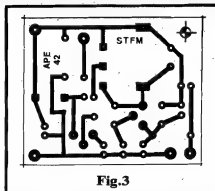
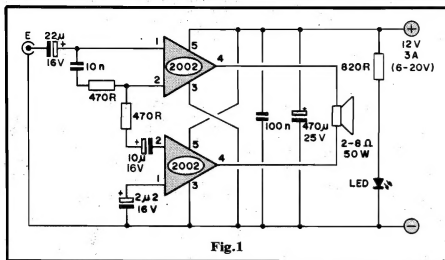

Fig.3
Fig.1
- Tanto o terminal central (B) quanto os extremos (A-C) devem ter suas extremidades raspadas, eliminando-se por cerca de 5 mm o esmalte isolador que normalmente reveste o fio... Se isso não for feito, a soldagem não poderá ser feita (e mesmo que seja possível, a conexão ficará eletricamente prejudicada...).
- FIG. 3 - O LAY OUT DO CIRCUITO IMPRESSO ESPECÍFICO - Munido do necessário material (placa virgem na dimensão indicada, de fenolite cobreado, decalques ou tinta ácido-resistentes, e o perclorato de ferro para o corrosão...) o Leitor/Hobbysta poderá fazer a plaquinha em casa, com "uma mão amarrada às costas", de tão simples e fácil! O padrão cobreado encontra-se, na figura, em tamanho natural (escala 1:1), com o que pode ser "carbonado" diretamente, sem problemas. Terminada a corrosão, e após uma cuidadosa limpeza, tudo deverá ser conferido, na busca (e no saneamento) de eventuais defeitos, "curtos", falhas, etc. É fácil corrigir-se qualquer imperfeição antes de se começar a colocar e soldar os componentes... A furação das ilhas deve ser feita com broca bem fininha... Observar, especialmente, as ilhas destinadas à ligação dos terminais do trimmer, que são mais avantajadas, em formato retangular... Dependendo das exatas formas dos terminais do trimmer obtido, poderá ser necessário um certo alargamento nos respectivos furos de inserção e ligação... Esse alargamento é fácil de ser feito, sim-
- FIG. 1 - O CIRCUITO - O "esquema" do MODAMP está no diagrama, que mostra, "de cara", a sua grande simplicidade! Toda a ação está centrada em dois Integrados amplificadores de Potência, tipo TDA2002 (que também pode ser encontrado sob outros códigos, como uPC2002, LM383, LM2002, etc.). Tais Integrados, fisicamente se "parecem" com meros **transístores** de Potência, com a única diferença de apresentarem 5 "pernas" (e não 3, como os ditos **transístores**), mas, "lá dentro", contém todo um comple-
la Resistência ($P = V^2/R$), temos uma efetiva **quadruplicação** da "wattagem" (uma vez que a Resistência ôhmica do dito alto-falante seria, na prática, a **mesma**...). Observando o diagrama da fig. 1, o Leitor/Hobbysta notará que o conjunto de resistores e capacitores junto à Entrada do módulo, simplesmente direciona os sinais a serem amplificados, **simetricamente às entradas inversora e não inversora** de cada um dos dois TDA2002 (pinos 1 e 2, respectivamente...). A relação entre os valores de tais componentes é também responsável pela determinação do **ganho** (fator de amplificação) geral do conjunto, fixado em valor adequado para as finalidades "universais" pretendidas. Notem ainda a presença do capacitor de Entrada, no valor de 22u, intercalado de modo a isolar para CC os pinos do Integrado (sem o que a eventual "carga resistiva" mostrada pelo módulo que originasse o sinal, poderia interferir com o bom funcionamento do MODAMP...). Outro ponto importante: como a Sáfada se manifesta em **contra-fase** (ou seja: um "desenho" simétrico de ondas, porém em opostas polaridades...), não há necessidade daquele "baita" capacitor eletrolítico (geralmente de 1000u ou mais...) que normalmente se usa para acoplar o alto-falante (economizamos espaço e custo, com tal ausência...). O dito alto-falante é, simplesmente, ligado a ambas as Sáfadas (pinos 4) dos amplificadores individuais que formam a "ponte"! A
- FIG. 3 - CHAPEADO DA MONTAGEM (A COLOCAÇÃO E SOLDAGEM DOS COMPONENTES SOBRE A PLACA) - Vemos, agora, o Circuito Impresso pelo "outro lado" (com relação à figura anterior), ou seja: pela face não cobreada, onde todos os componentes encontram-se demarcados com grande clareza, através de estilizações, códigos, valores, polaridades, etc. (notem que - com relação ao "esquema" da fig. 1 - apenas o LED e o alto-falante "não constam", uma vez que devem ser colocados fora da placa - detalhes na próxima figura...). A maior dose de atenção, como sempre, deve ser direcionada para a colocação dos componentes polarizados (Integrados e capacitores eletrolíticos, no caso...). Quanto aos TDA2002, as suas lapelas metálicas devem ficar voltadas para a borda (superior, na figura) da placa. Os eletrolíticos, todos, têm suas polaridades marcadas, porém é sempre bom notar que a dita polaridade costuma ser indicada no próprio "corpo" da peça, graficamente, além do fato de que os terminais positivos (+) são geralmente as "pernas" mais longas do componente... Quanto aos resistores e aos capacitores de poliéster, é só respeitar a relação valor/posição. Em dúvida, lá nas primeiras páginas está o TABELÃO APE para